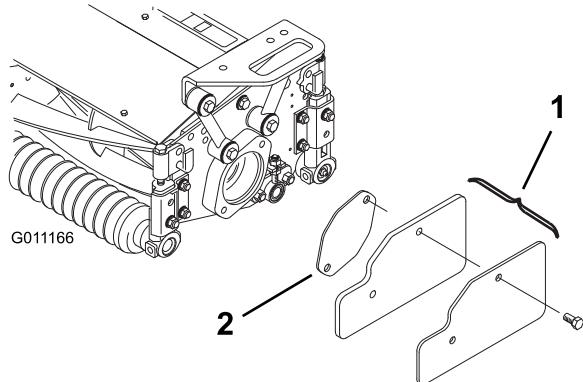

図 20
- 右側カッティングユニットの内側端部からウェイトとガスケット（図20）を取る。